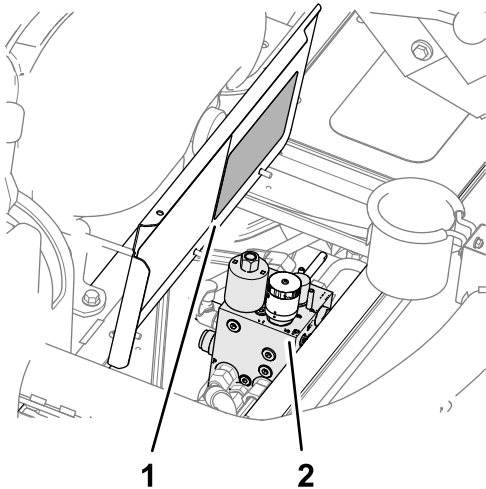

Bild 42
4. Öffnen Sie die Plattformabdeckung (Bild 42).